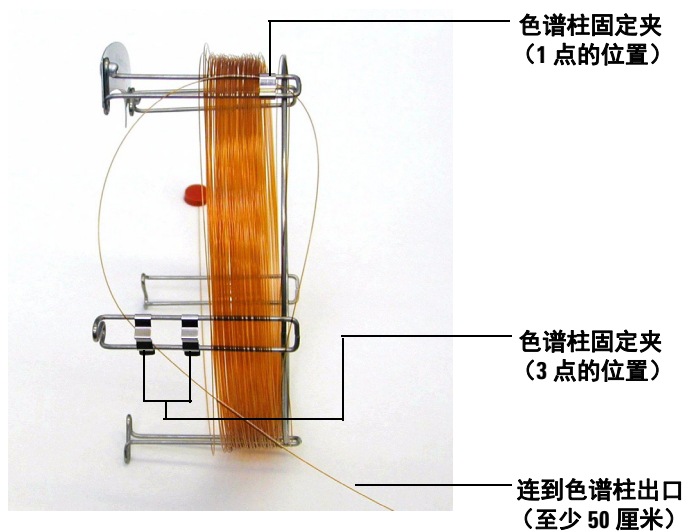

图 6 色谱柱穿过 3 点的位置
- 5 下一步，将色谱柱的出口穿过 3 点位置的固定夹，这样色谱柱的出口就会指向色谱柱架的背面。请确保在两个固定夹之间的色谱柱部分没有延伸到色谱柱标签上面。请参见图 6。